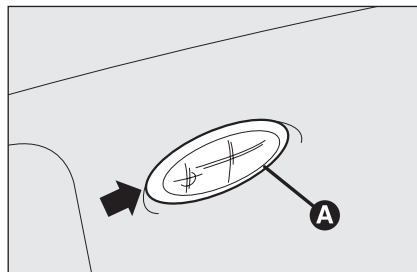

fig. 38
- ☐ saque la lámpara **A-fig. 38** haciendo palanca en el punto indicado por la flecha;